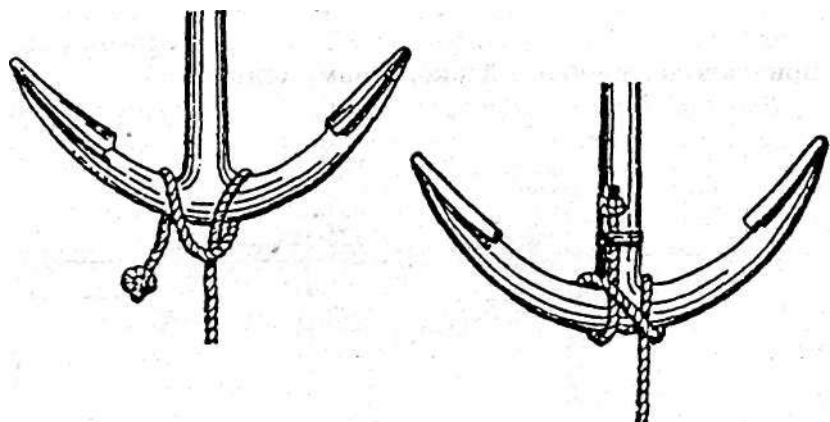

Рис. 20. Буйрепный узел
*Буйрепный узел* служит для укрепления буйрепа за тренд якоря. Как видно из рис. 20, по способу вязания он сходен с выбленочным.